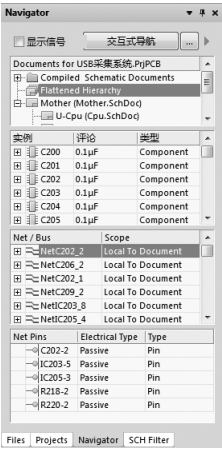
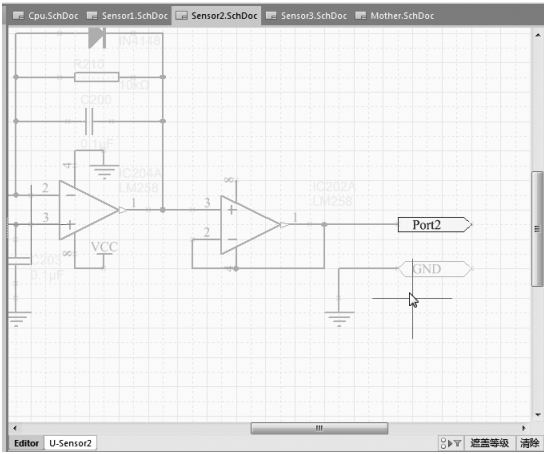

图 5-17 “Navigator”
图 5-18 切换到相应子原理图
(1) 打开“Projects”(工程)面板,选中项目“USB 采集系统.PrjPCB”,选择菜单栏中的“工程”→“Compile PCB Project USB 采集系统.PrjPCB”命令,完成对该项目的编译。
(2) 打开“Navigator”(导航)面板,可以看到在面板上显示了该项目的编译信息,其中包括原理图的层次结构,如图 5-17 所示。
(3) 打开顶层原理图“Mother. SchDoc”,选择菜单栏中的“工具”→“上/下层次”命令,或者单击“原理图标准”工具栏中的 (上/下层次)按钮,此时光标变为十字形状。移动光标到与欲查看的子原理图相对应的原理图符号处,放在任何一个电路端口上。例如,在这里我们要查看子原理图“Sensor2. SchDoc”,把光标放在原理图符号“U - Sensor2”中的一个电路端口“Port2”上即可。
(4) 单击该电路端口,子原理图“Sensor2. SchDoc”就出现在编辑窗口中,并且具有相同名称的输出端口“Port2”处于高亮显示状态,如图 5-18 所示。